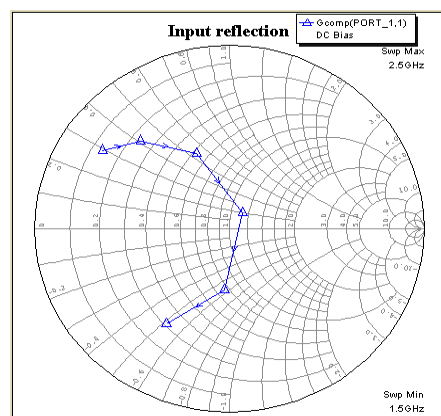

Рис. 4.22
14. Щёлкните левой кнопкой мышки по значку **Analyze** на панели инструментов. Полученный график показан на рис. 4.22.